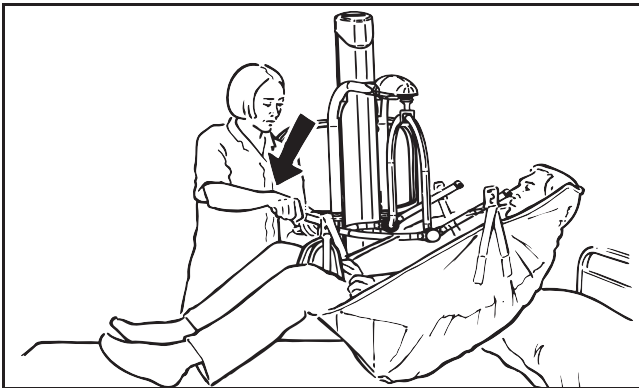

図 31
患者を横転させるか座位を取らせることによって、スリングを患者に装着します。まずシャーシ脚部を開き、次いで患者に接近し、患者の脚部を持ち上げてシャーシの上に乗せます。(図 31 を参照)
**注意：図 31 のように患者が脚部の上に位置づけられている間は、絶対に調節可能シャーシ脚部の制御装置を操作しないでください。**